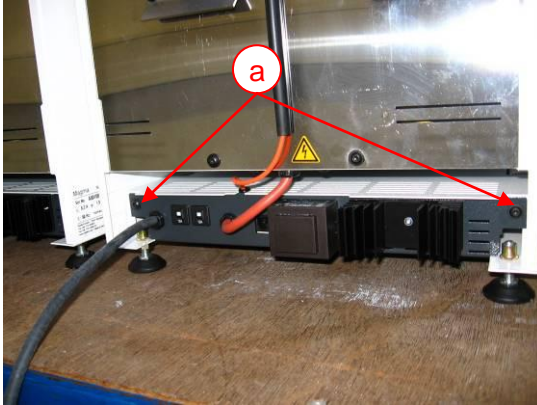

Abb. 22 – Befestigung Leistungselekt.
- Die beiden Befestigungsschrauben (Abb. 22 a) des Leistungsteils entfernen.